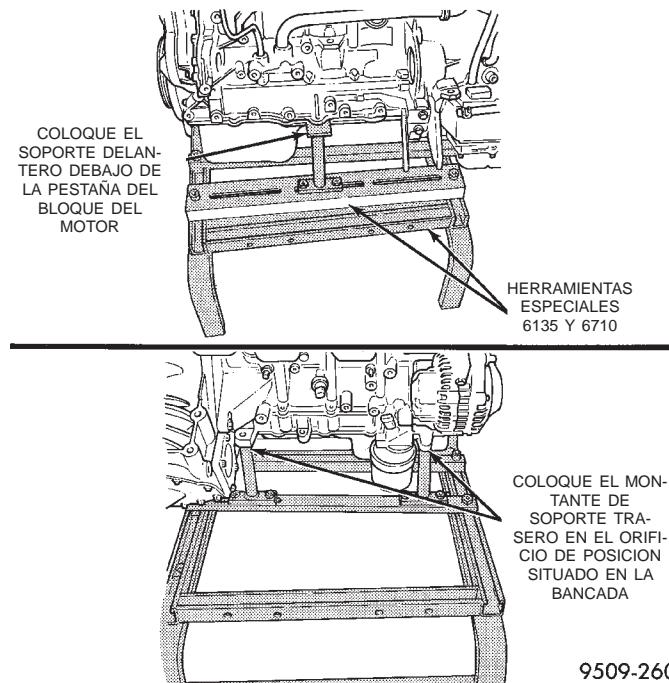

Fig. 17 Emplazamiento de los soportes de montantes del armazón del motor
(18) Baje el vehículo. Retire el conjunto de depurador de aire.
(19) Retire la bomba y depósito de la dirección asistida. Colóquelos aparte.
(20) Retire el compresor de A/A.
(21) Retire las tiras de masa de la carrocería.
(22) Eleve el vehículo lo suficiente como para permitir la instalación de la plataforma rodante y el armazón, Herramientas especiales 6135 y 6710, debajo del vehículo.
(23) Afloje los montantes de soporte del motor para permitir el movimiento necesario para el emplazamiento en los orificios de posición y la pestaña sobre la bancada del motor. Baje el vehículo y emplace el armazón de modo que el motor se apoye sobre los montantes de soporte (Fig. 17). Apriete los soportes en el bastidor del armazón. Esto evitara que los montantes de soporte se muevan cuando retire o instale el motor y la transmisión.
(24) Instale correas de seguridad alrededor del motor para asegurarla al armazón; ate y ciérrelas en esa posición.
(25) Eleve lo suficiente el vehículo de modo que pueda ver si las correas están bien ajustadas y sostienen el conjunto del armazón con el motor.
(26) Baje el vehículo de modo que el peso del motor y la transmisión SOLO se deposite en el conjunto del armazón.
(27) Retire los pernos pasantes del soporte del motor y de la transmisión.
(28) Eleve lentamente el vehículo. Tal vez sea necesario mover el conjunto de motor/transmisión